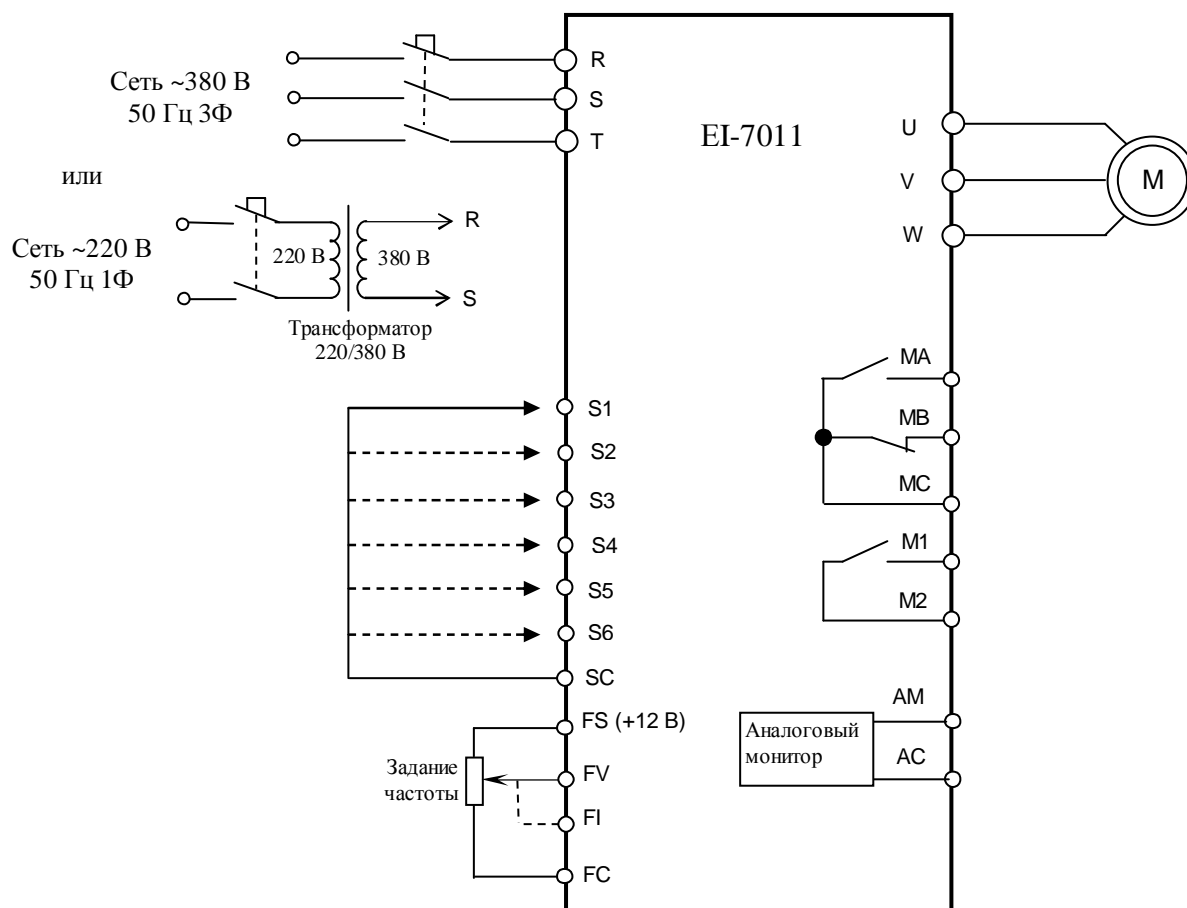

Рис. 4.14. Диагностика входных и выходных цепей управления преобразователя EI-7011.
- 4.10.1. Подключить электродвигатель к выходным клеммам U, V, W (рис.4.14).